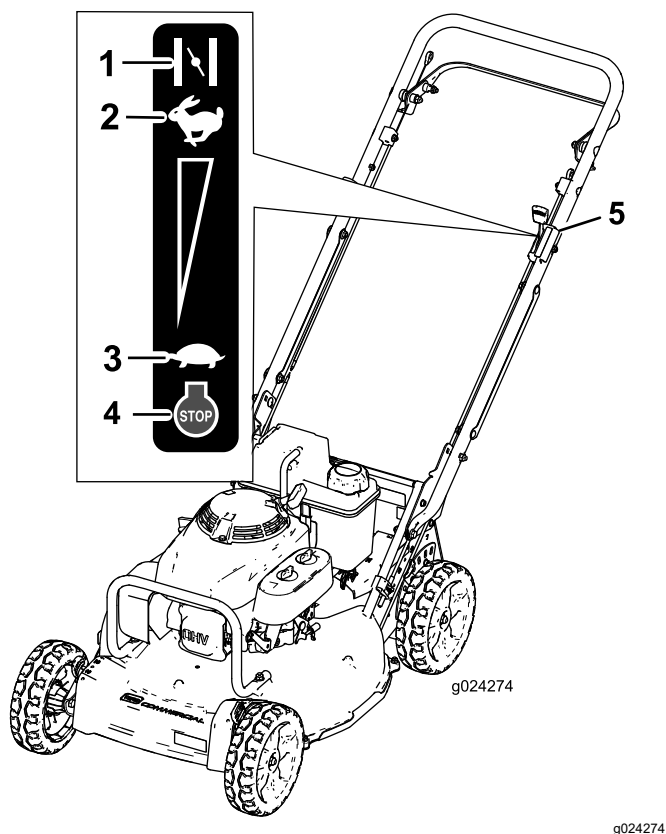

Figura 16
3. Mueva la palanca de control del acelerador a la posición de ESTÁRTER (Figura 16).
5. Cuando el motor arranque, mueva la palanca de control del acelerador a la posición de Rápido (Figura 16).
Suelte la barra de control de la cuchilla y mueva la palanca de control del acelerador a la posición de PARADA (Figura 16).